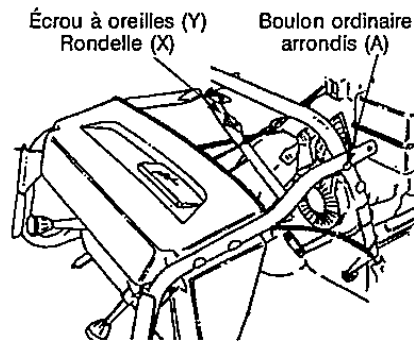

FIGURE 5
- Faites reposer l'ensemble du panneau de commande et du guidon supérieur par terre et alignez les trous inférieurs des guidons supérieur et inférieur. Maintenez-les en place avec les boulons ordinaires arrondis (A), les rondelles (X) et les écrous à oreilles (Y). Voir la figure 5.
- Faites passer les vis à chapeau à six pans (Q) à travers les taquets de bride et la goulotte, comme à la figure 5. Maintenez en place avec des contre-écrous à six pans (P). Serrez avec deux clés de 7/16 po. Ne serrez pas excessivement.